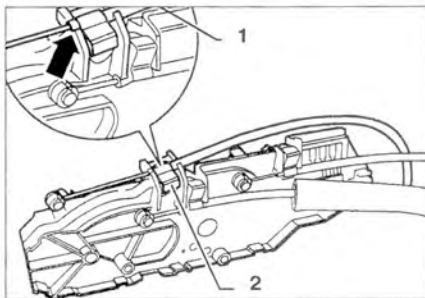

Рис. 9.73. Втулка 1 на тросе должна войти до упора (стрелка). Нажмите фиксатор 2.
14. Установите трос белой меткой для заслонки подачи воздуха к пространству для ног на регулятор управления подачей нагретого и свежего воздуха. Втулка 1 на тросе должна войти до упора (стрелка) (рис. 9.73). Нажмите фиксатор 2.